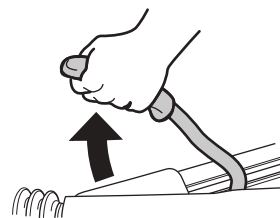

Fig. 9
- ▶ Serrer le frein de parcage (Fig. 9) et / ou bloquer les pneus avec des cales.